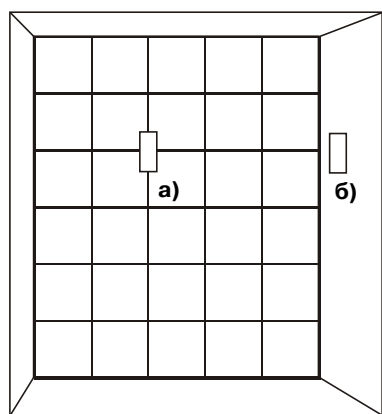

Рис.9 Защита стеклоблоков
- непосредственно на охраняемую стеклянную поверхность [рис. 9а)]. Для этого крепежное устройство удобно размещать в отверстии цементного шва, соединяющего стеклоблоки между собой, по методике установки извещателя на кирпичную или бетонную конструкцию;
- на примыкающую к охраняемой кирпичную, бетонную или стальную конструкцию [рис. 9б)] по соответствующей методике.